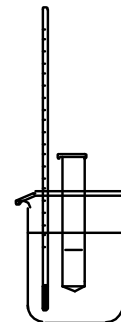

Figura 3. Montagem do calorímetro no béquer.
3. Pese um béquer vazio com precisão de 0,01 g. Esse béquer será o calorímetro utilizado nesta parte do experimento. Coloque água suficiente para cobrir a cera contida no tubo de ensaio, conforme ilustrado na Figura 3. Meça a temperatura da água e pese o béquer com a água.